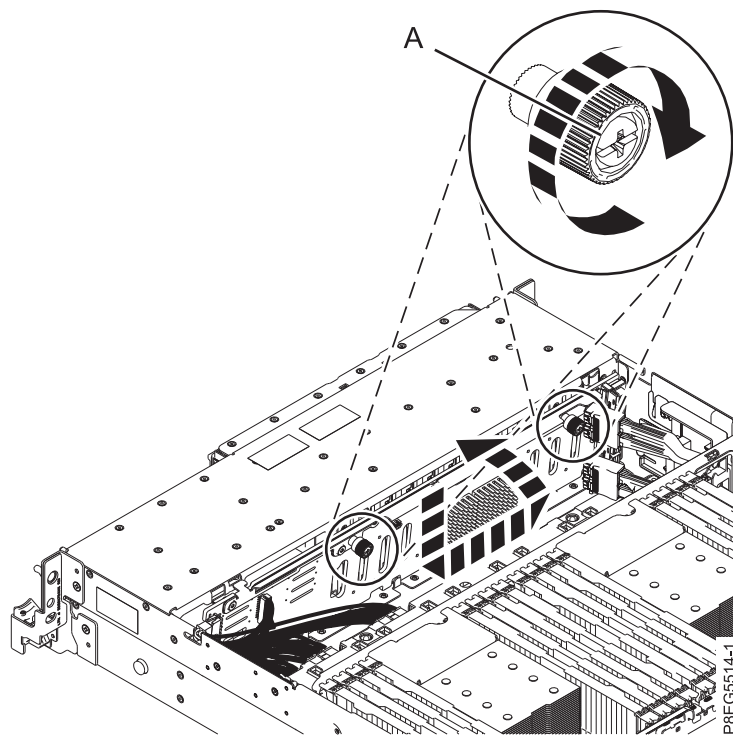

Figure 19. Fixation du fond de panier d'unité de disque
4. A présent, terminez l'installation du fond de panier. Utilisez le bord supérieur du fond de panier d'unité de disque et placez-vous face au système. Inclinez le fond de panier vers l'arrière et placez-le dans le châssis. Alignez les encoches du fond de panier avec les pattes situées dans le châssis pour l'insérer dans le système. Soulevez le fond de panier légèrement pour le stabiliser, comme illustré dans la figure 19, à la page 21.